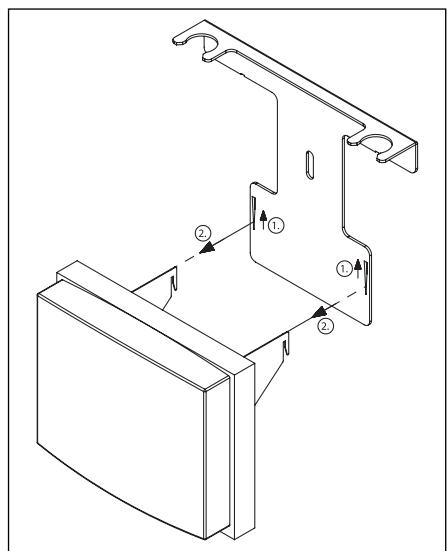

Abb. 16 Demontage Blinddeckel mit Halteblech
- Den Blinddeckel mit Halteblech von der Solargruppenvorbereitung trennen (Abb. 16)